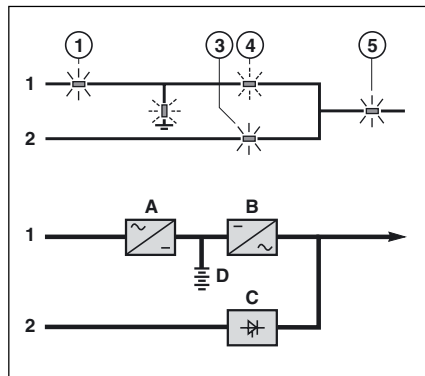

Fig. 12
► après décharge batterie : voir figure 12. Le fonctionnement du redresseur-chargeur (A) avec la batterie d'accumulateurs (D) est identique au mode "on line" vu précédemment.